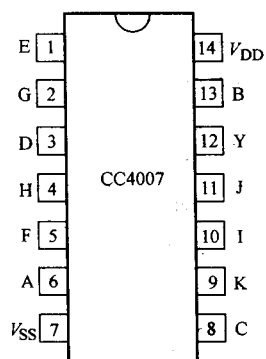

图 13 CC4007 的外引脚排列
1. 封装形式及外引脚排列 (见图 13) 采用 SJ1100-76A 型-14 线和 C 型-14 线。